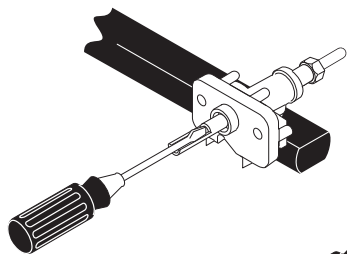

Figure 9
4. Réglez la position LOW des robinets des brûleurs de surface réguliers (voir Figure 9):